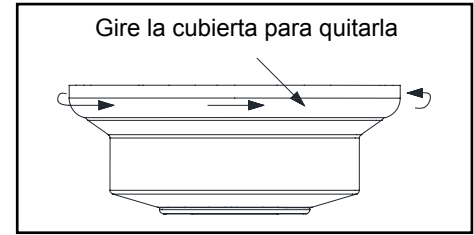

Figura 5
1. Retira el aro de la cubierta, girándolo a la derecha hasta que se libere. (Figura 5)